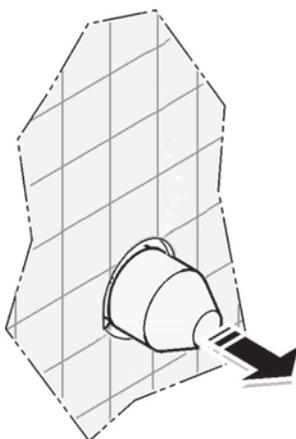

Fig. 6
- Снять защитную оболочку из пластика. (Рис.6)